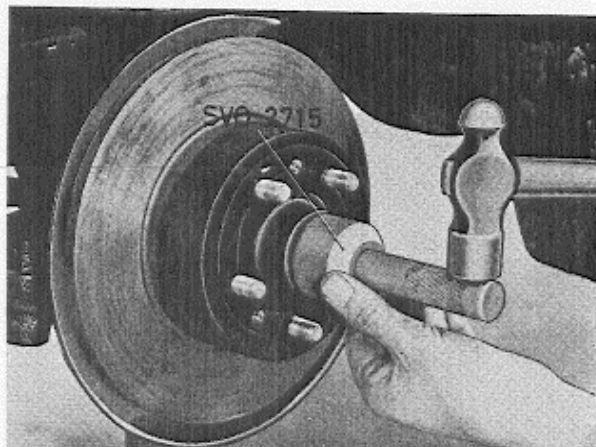
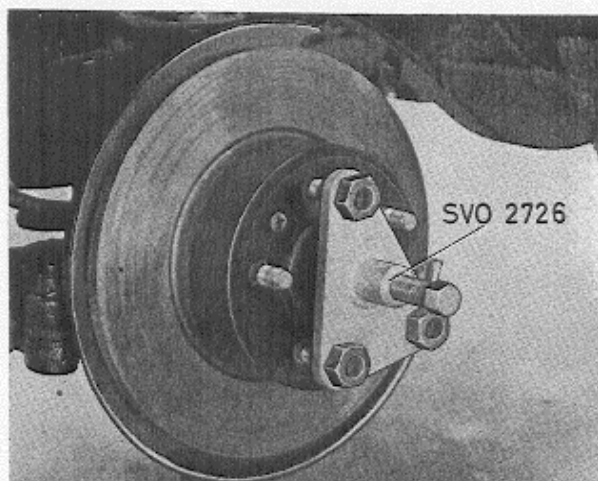

Abb. 23. Ausbau der Fettbüchse
Abb. 24. Ausbau der Vorderradnabe
4. Fettbüchse mit dem Hülsendorf 2715 ausbauen (Abb. 23). Splint und Kronenmutter entfernen. Vorderradnabe abziehen; dazu evtl. die Abziehvorrichtung 2726 benutzen (Abb. 24). Inneres Vorderradlager mit der Ab-